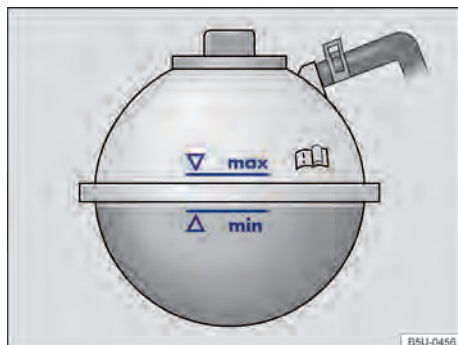

Fig. 177 No compartimento do motor: marcação no reservatório de expansão do líquido de arrefecimento do motor.
- Com o motor frio, verificar o nível do líquido de arrefecimento do motor pela marcação lateral do reservatório → Fig. 177.
- O nível do líquido de arrefecimento do motor deve permanecer dentro da marcação do reservatório → Fig. 177. **Não completar acima da marca "max" → .**
- Completar com líquido de arrefecimento do motor somente até a marca "max" → Fig. 177. Caso contrário, ao aquecer-se, o líquido excedente será expulso do sistema de arrefecimento do motor e poderá causar danos.